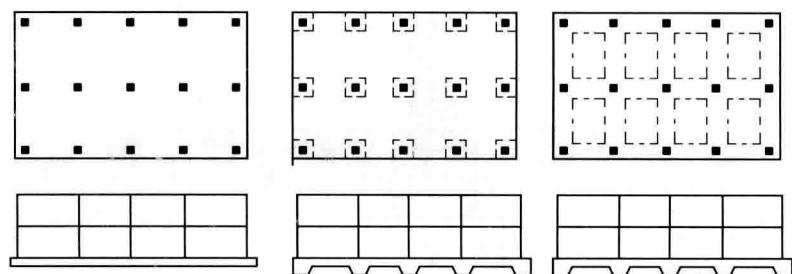

图 1-4 筏板基础图
实例 筏板基础图 (图 1-4)
(1) 当地基软弱而荷载很大，且采用十字交叉基础也不能满足地基基础设计要求时，可采用筏板基础，即用钢筋混凝土做成连续整片的基础，俗称“满堂”，如图 1-4 所示。
(2) 筏板基础由于基底面积大，故可减小基底压力至最小值，同时增大了基础的整体刚性。